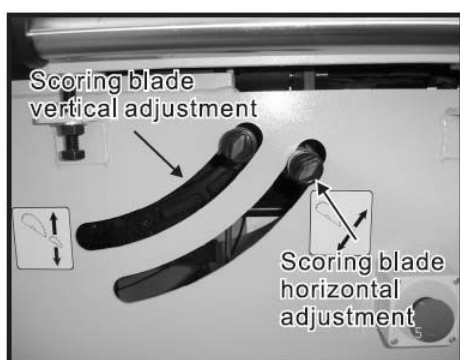

Fig. 36
2. С помощью ручки вертикального перемещения подрезной пилы поднимите эту пилу тоже максимально вверх (см. рис. 36).